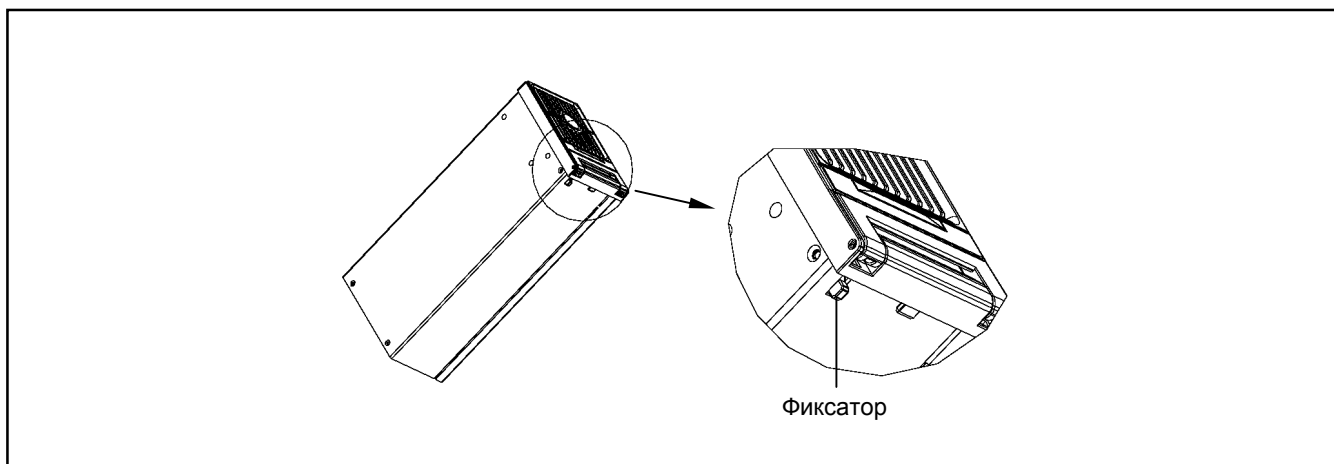

Рис. 18. Рис. 15. Расположение фиксатора выпрямительного блока.
4. Выньте автомат защиты из блока, как показано на рис. 18.